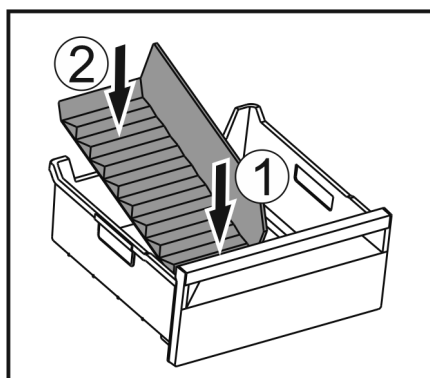

Fig. 147
- Włożyć przednią część separatora do szuflady na lód. Fig. 147 (1)
- Tylną część separatora do szuflady na lód opuszczać na dno szuflady. Fig. 147 (2)